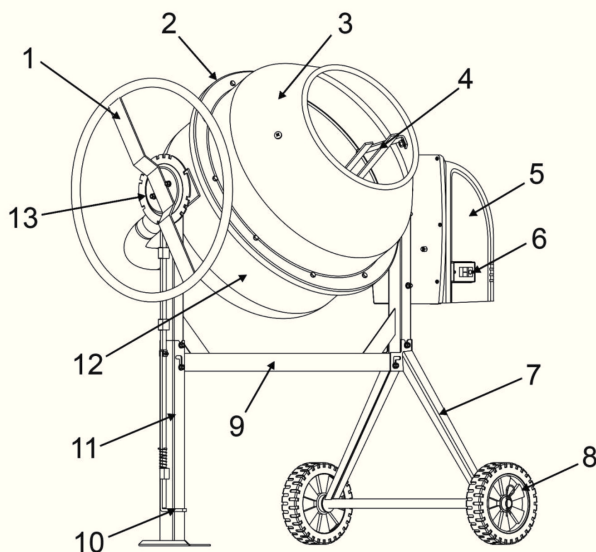
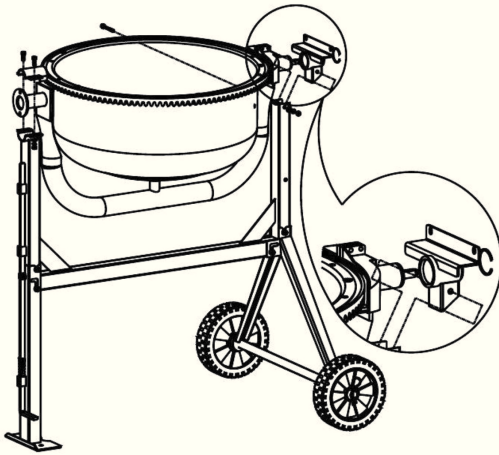

Рис. 1
Рис. 5
- Наденьте на ось колесной стойки (7) (См. Рис.1; 2) по колесу с каждой стороны.
- К несущей балке (9)(См. Рис. 1) присоедините дополнительную опору. Вставьте внутрь педаль (10)(См. Рис. 1, 3) с пружиной.
- Соедините раму с колесной стойкой (7) (См. Рис.1, 4). Зафиксируйте ее положение винтами (М8х70). Крепко затяните винты.
- Установите опорную дугу вращения барабана на балку рамы. Зафиксируйте ее положение винтами М8х65 (См. Рис. 5).
- Осторожно поместите нижний барабан (12) (См. Рис. 1) на стойку, так чтобы подшипники попали в соответствующие пазы (См. Рис. 5). Выровняйте с каждой стороны отверстия, закрепите гаечным ключом болты, шайбу, стопорную шайбу и гайку в посадочном седле. Проверьте надёжность крепления.
- Поместив верхний барабан (3) (См. Рис.1) на обод нижнего барабана (12) (См. Рис.1, 7), убедитесь в совпадении пазов и стрелок, а так же и свободном вращении лопастей внутри барабана.
- Установите колесо наклона (1)(См. Рис.1) на место крепления.
- Трансмиссия с электродвигателем закрыта защитным кожухом (5)(См. Рис.1; 9).
2. Нажмите на зеленую кнопку включения (6)(См. Рис.1), расположенную сбоку на защитном кожухе электродвигателя.
3. Для отключения нажмите на красную кнопку (6) (См. Рис.1).